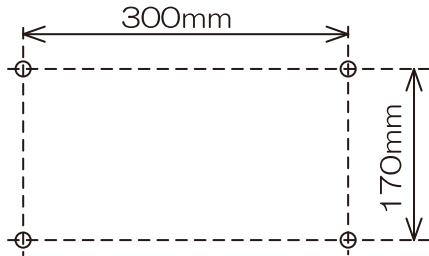

図1
- ③図1に示す寸法のところに付属の丸木ねじ(φ3.8×16)を首下長さ5mm位までねじ込んでください。(図1、2参照)